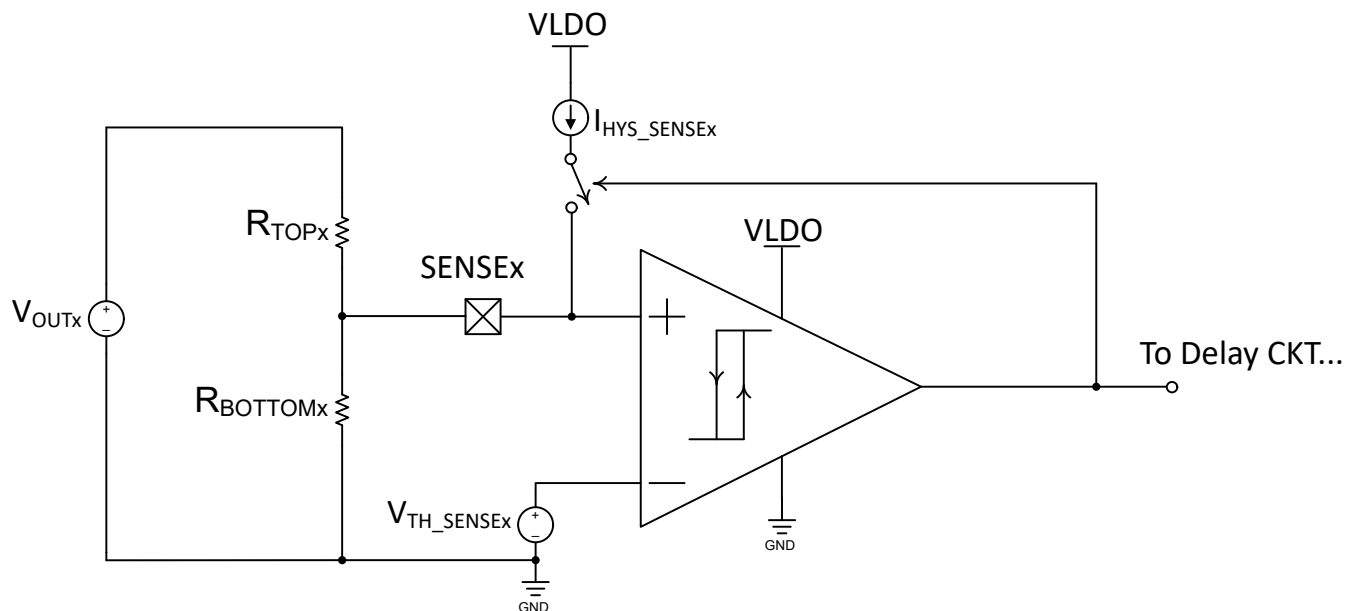

図 8-2. SENSEx コンパレータ入力
TPS7H3014 シーケンサには 4 つの低電圧 (UV) コンパレータが内蔵されており、公称 599mV に対して高精度 (±1%) のしきい値電圧 (V_{TH_SENSEx}) を確保しています。V_{TH_SENSEx} は、しきい値のコンパレータオフセットを考慮して ENx 出力で測定します。任意の電圧レール (V_{OUTx}) を検出するように外付け分圧抵抗回路を調整できるので、最大限のフレキシビリティをご提供できます。SENSEx 入力に接続されたコンパレータの概念図を、図 8-2 に示します。ご覧のように、検出した電圧レール (V_{OUTx}) は (外付けの分圧抵抗 R_{TOPx} と R_{BOTTOMx} を使用することにより) 減衰され、V_{TH_SENSEx} 電圧と比較されます。しきい値電圧 (V_{TH_SENSEx}) の精度を確保するため、定常状態の SENSEx 電圧を 1.6V 未満に維持することを推奨します。
この電流は、すべての $SENSEx$ 入力において内部でミラーリングされます。このヒステリシス電流は、 $SENSEx$ 電圧がしきい値電圧 ($599mV \pm 1\%$) を上回ると、 $V_{OUTx} > V_{ONx}$ と同じ値 (式 3 と図 8-2 を参照) でアクティブになります。この電流 (I_{HYS}) に R_{TOPx} 抵抗を乗算すると、 $SENSEx$ ノードに追加される電圧 (V_{HYSx}) が誘導され、ノード電圧を効率的に上昇 (インクリメント) させます。パワーダウンシーケンスのとき、または V_{OUTx} がデクリメントして低電圧イベントとなった場合、規定範囲外 (または障害) と見なされるためには、電圧が V_{OFF} 電圧を下回る必要があります。ヒステリシス電圧は、次のように定義されます：